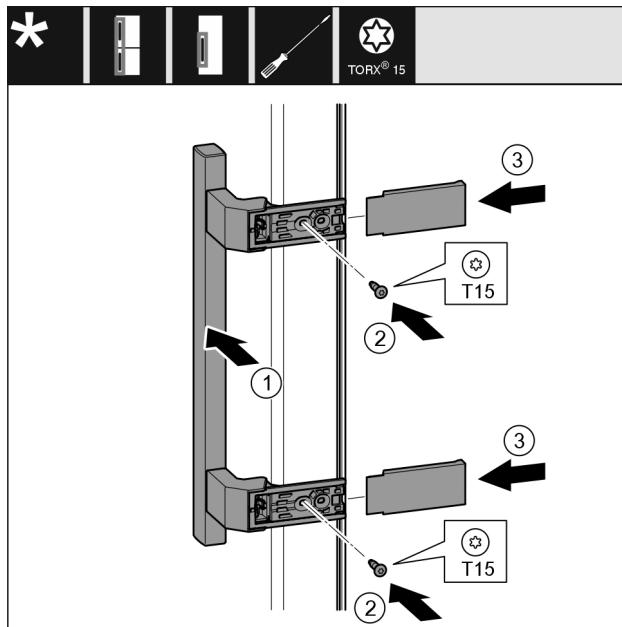

Fig. 22
- ▶ 将把手 Fig. 22 (1)放到反面。
- ▶ 将螺钉 Fig. 22 (2)用螺丝刀拧紧。
- ▶ 将盖板 Fig. 22 (3)放置到侧面并插入。